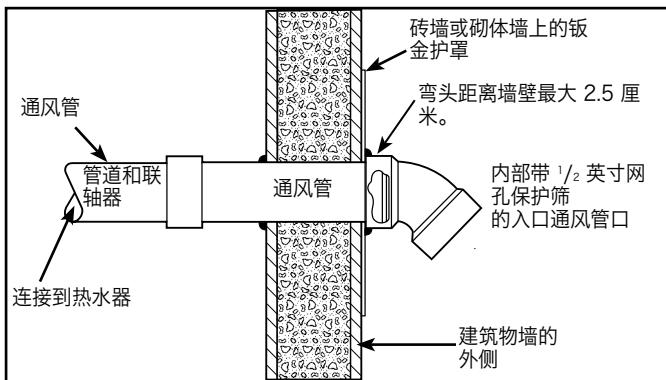

图 6 - 典型的水平通风口安装
3. 不得将通风管直接端接到砖或砌体表面。在通风口后面使用防锈金属背板。（参见图 6。）
水平通风安装 - 一旦确定了通风口的位置，在外壁上开一个孔以容纳通风管。通风管只能水平地从外墙出来（参见图 6）。
将一小段通风管插入墙内，并按图 6 所示连接联轴器。如图所示，将通风口连接到建筑物外部的通风管。如图 6 所示，用砂浆或硅胶填缝密封排气管或接头周围的任何开口。